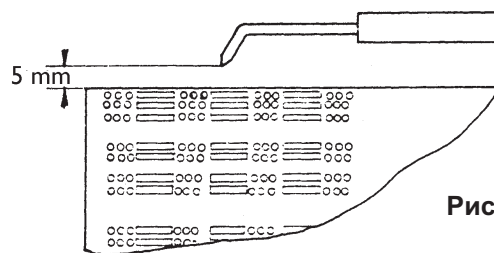

Рис. 6
- проконтролировать позицию электрода зажигания (Рис. 6);